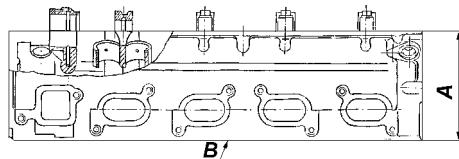

Рис. 4.42. Проверка неплоскости головки цилиндров
- неплоскость поверхности "В" (рис. 4.42) с блоком цилиндров. Допустимый зазор 0,15 мм. Зазор измеряется на контрольной плите с помощью шупа. При устранении неплоскости размер "А" должен быть не менее 142,7 мм.